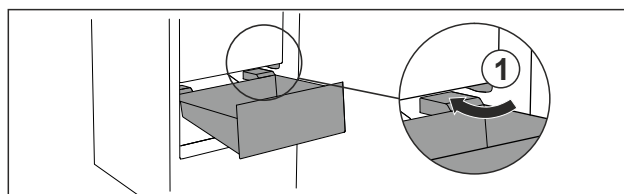

Fig. 92
- ▶ Poprowadzić szufladę ukośnie wokół stoperów Fig. 92 (1).